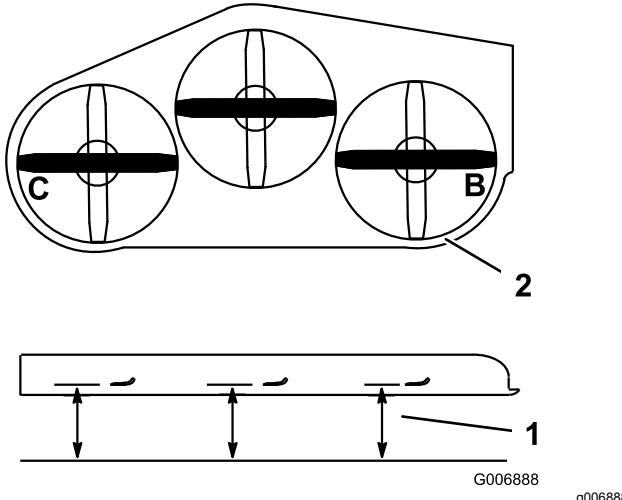

Figura 78
4. Mida en las posiciones **B** y **C** desde una superficie nivelada hasta el filo de corte de los extremos de las cuchillas (Figura 78).